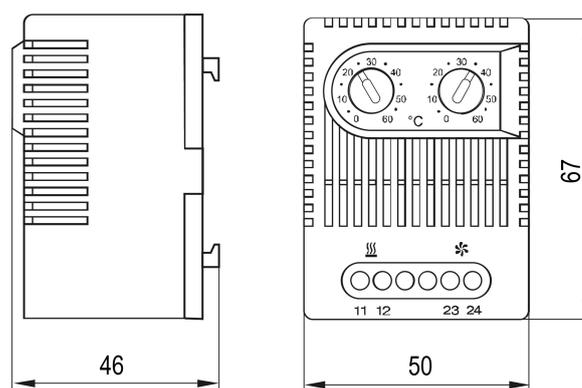

**Рисунок 5.1 – Монтаж термостата на DIN-рейку**
2. Установить термостат верхним зацепом на DIN- рейку и надавить вниз (см. рисунок 5.1, стрелка 1).
3. Прижать термостат к DIN-рейке до щелчка (см. рисунок 5.1, стрелка 2).